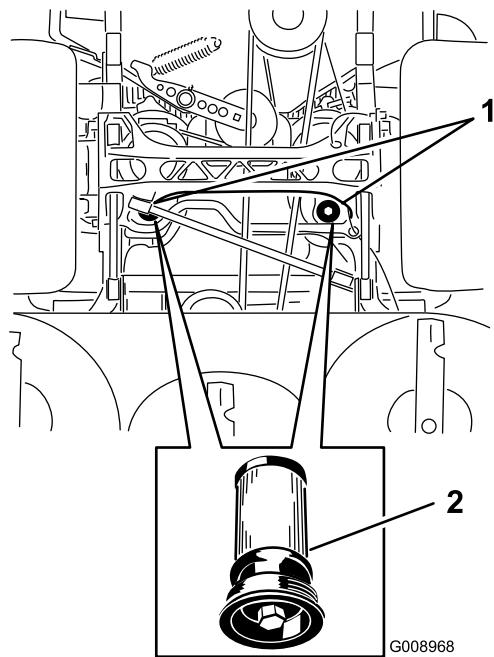

**Figura 85**
3. Levante la máquina y apóyela sobre soportes fijos (Figura 85).
9. Retire los soportes y baje la máquina (Figura 85).